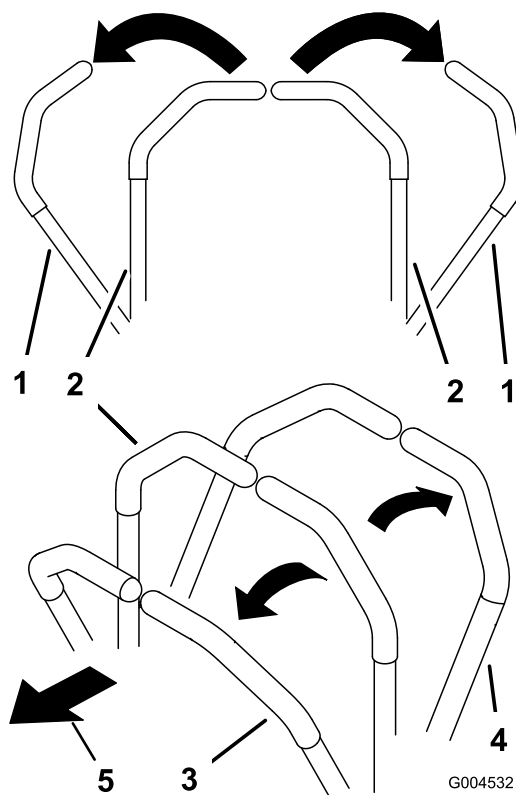

Рисунок 22
1. Переведите ручки управления в нейтральные фиксированные положения (Рисунок 22).